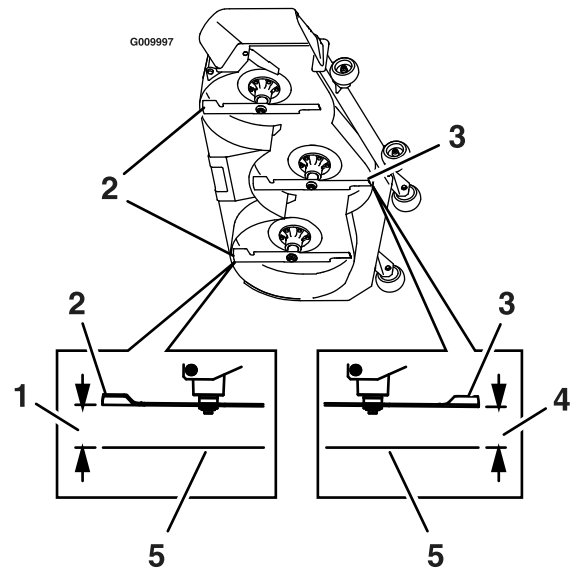

Figura 83
8. Mida desde la superficie nivelada hasta la punta delantera de la cuchilla central (**Figura 83**).